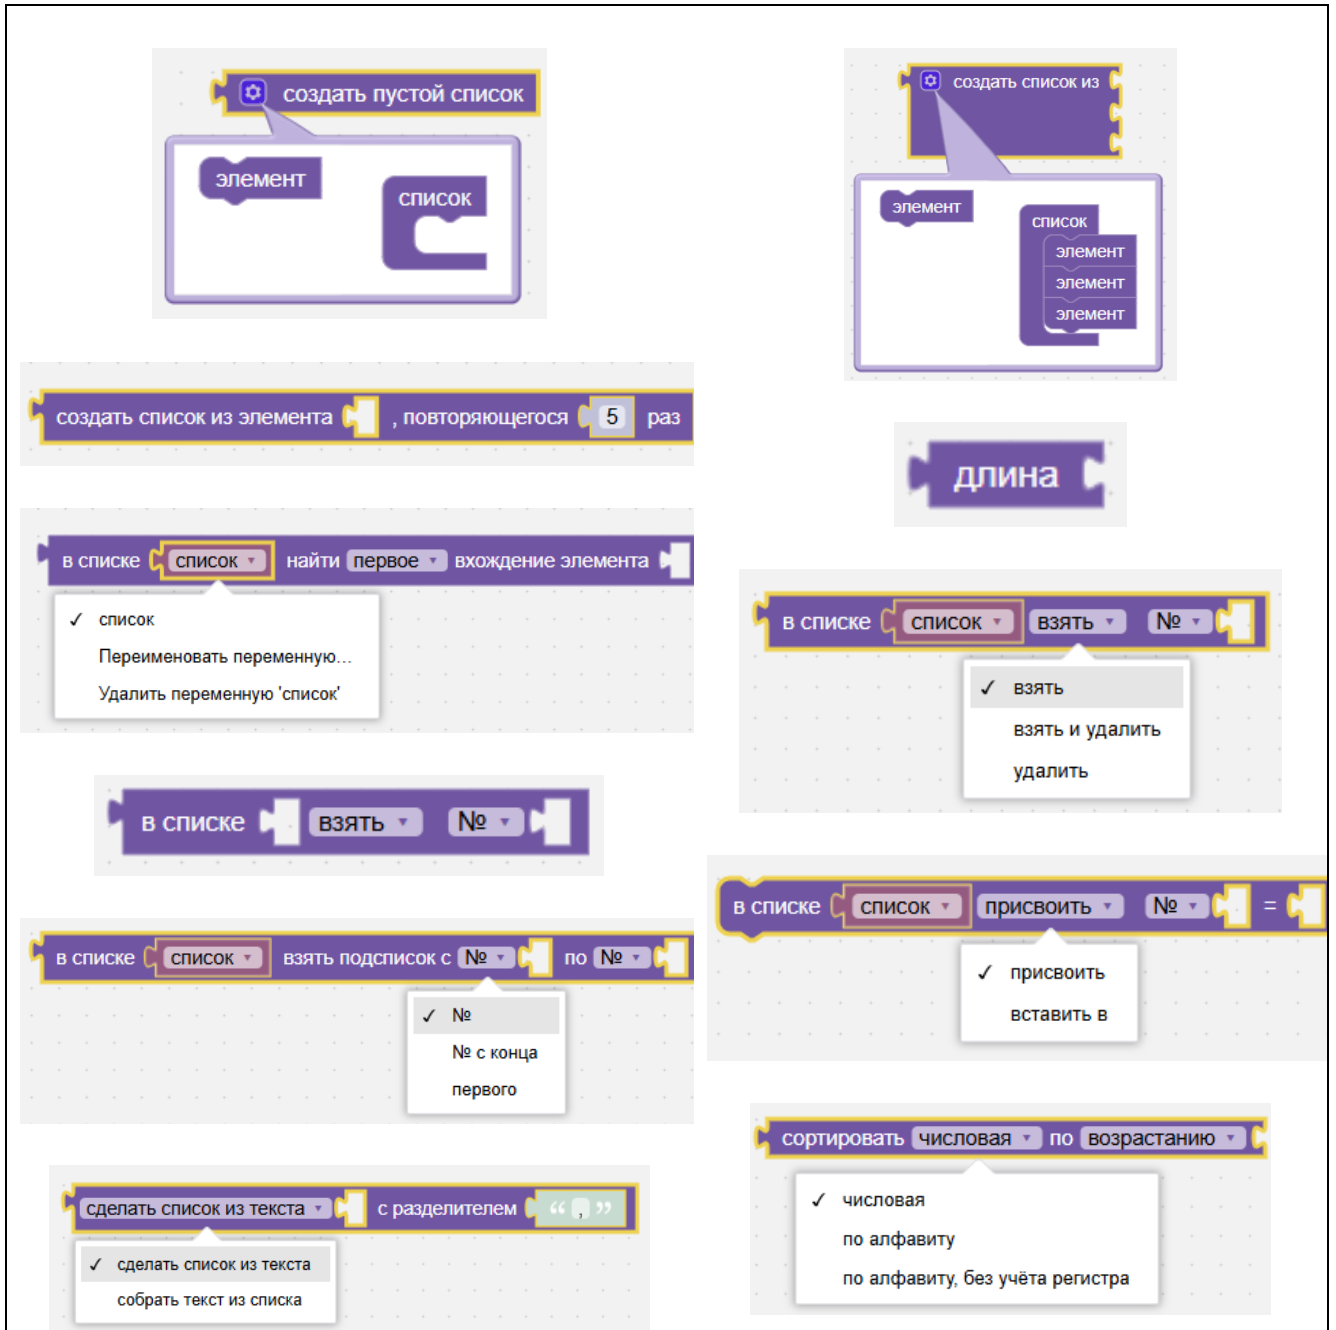

Рисунок II-22 – Блоки «Массивы»
7. Блоки «Массивы» – работа с элементами списков (см. Рисунок II-22).